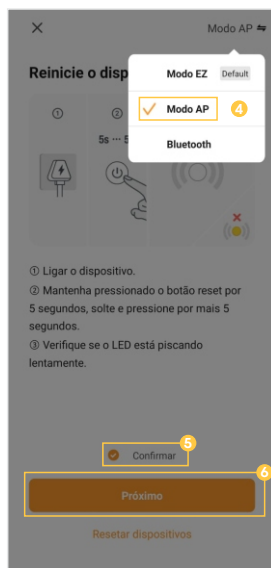

Figura 9
5. Si continúa con el proceso, verá una pantalla (figura 9 - página anterior) en la que se le pide que confirme que el dispositivo se ha encendido y reiniciado (el LED de indicación parpadea lentamente), en la esquina superior derecha seleccione **"Modo AP"**, a continuación seleccione **"Confirmar"** y haga clic en **"Siguiente"**.